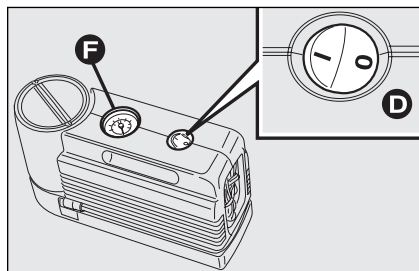
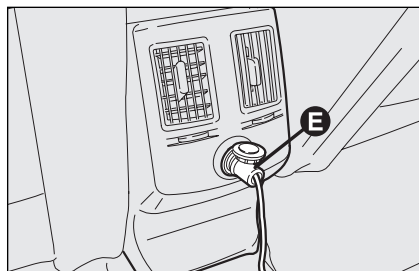

fig. 4
fig. 5
- ❑ assicurarsi che l'interruttore **D-fig. 4** del compressore sia in posizione 0 (spento), avviare il motore, inserire la spina **E-fig. 5** nella presa di corrente più vicina e azionare il compressore portando l'interruttore **D-fig. 4** in posizione **I** (acceso). Gonfiare il pneumatico alla pressione prescritta nel paragrafo "Pressione di gonfiaggio" del capitolo "Dati Tecnici".
Per ottenere una lettura più precisa, si consiglia di verificare il valore della pressione sul manometro **F-fig. 4** con il compressore spento;